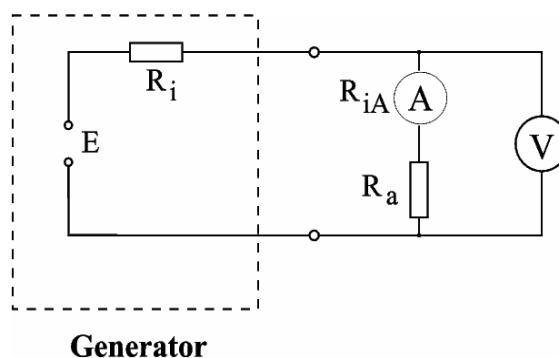

Bild 3
- 3.2 Bauen Sie die Meßanordnung nach Bild 3 auf.